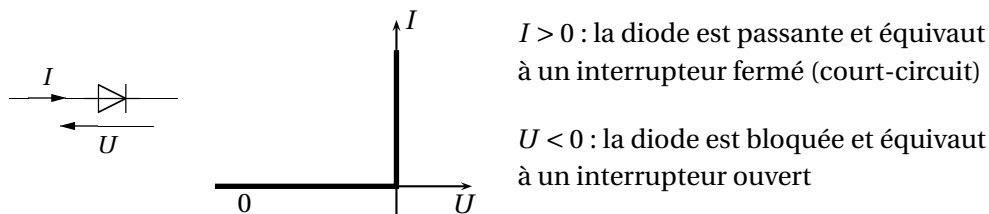

FIGURE II-2 – Caractéristique courant-tension d'une diode idéale
10. On rappelle figure II-2 l'allure de la relation courant-tension aux bornes de la diode (bloc 4) supposée idéale. En déduire, en justifiant rigoureusement votre raisonnement, les valeurs prises par V_F en fonction des valeurs prises par V_E .